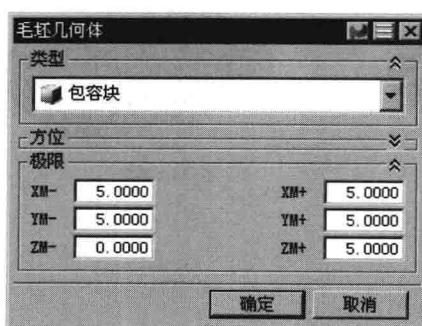

图 1.3 “毛坯几何体”对话框
Step2. 在“毛坯几何体”对话框的**类型**下拉列表中选择**包容块**选项，设置图 1.3 所示的参数。